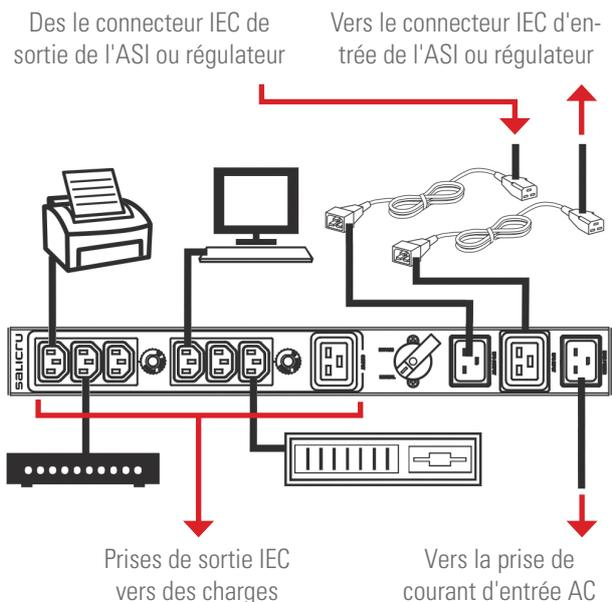

Fig. 7. Exemple raccordement bypass manuel de 3 kVA.
- Dans les illustrations des Fig. 7 et/ou 8 on peut voir graphiquement comment on peut raccorder le bypass manuel avec un ASI ou régulateur et des charges, en fonction de sa puissance.